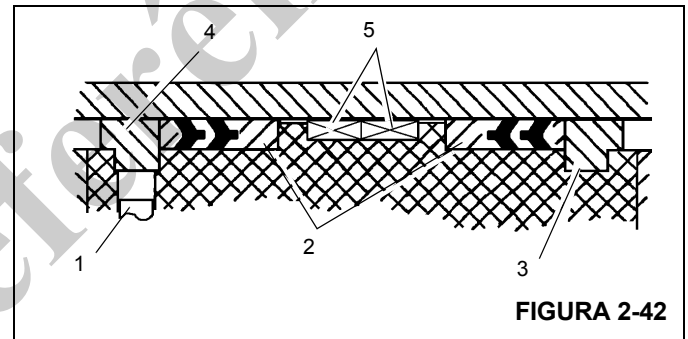

FIGURA 2-42
- Instale os anéis de trava, os conjuntos de vedações Hydrolock Figura 2-42 e os anéis de desgaste na parte externa do pistão.